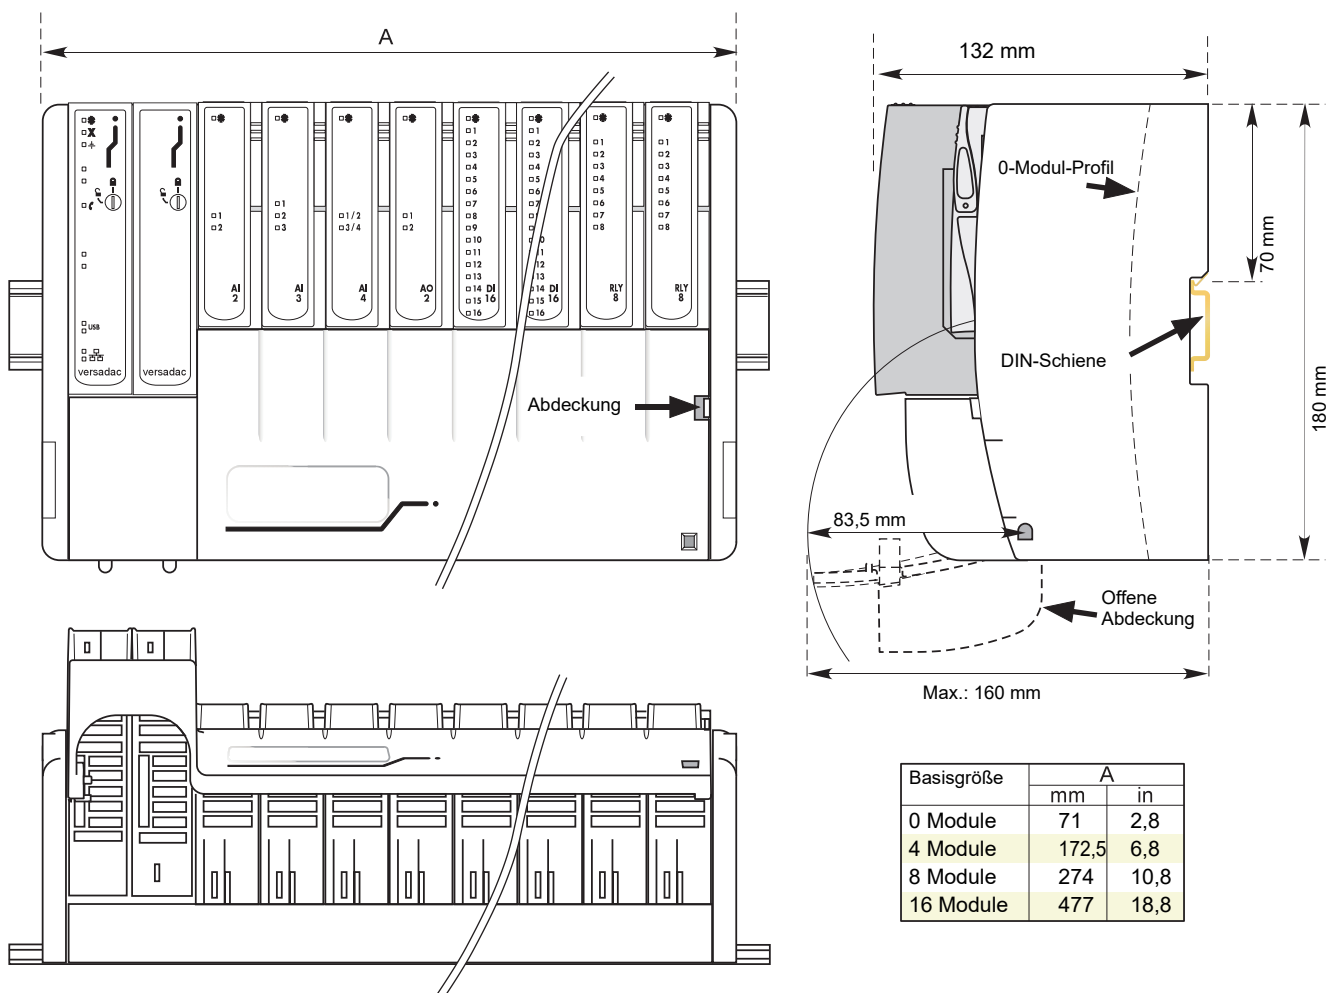
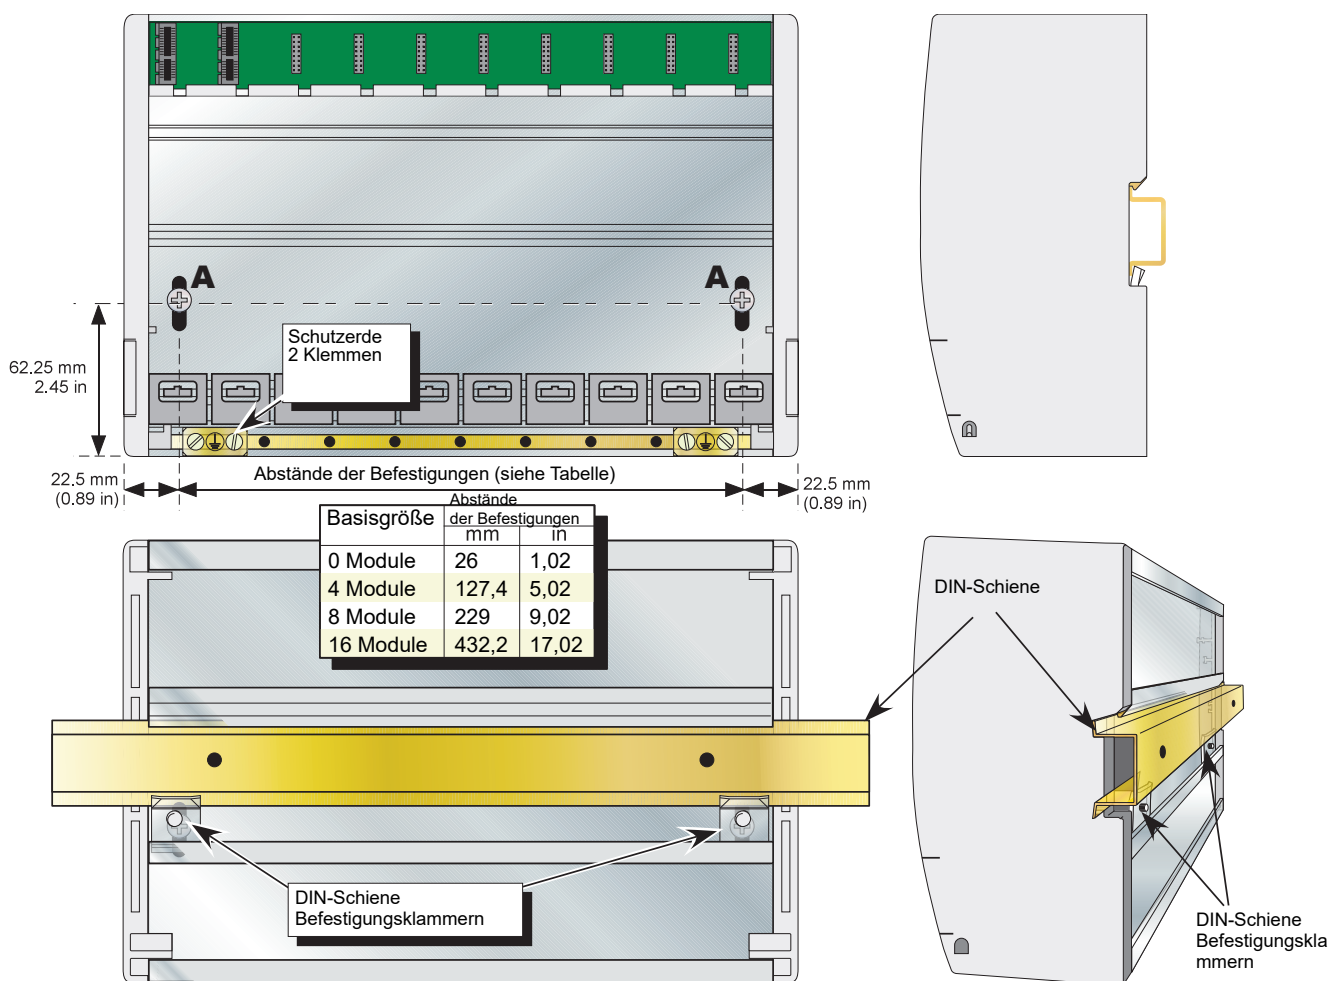
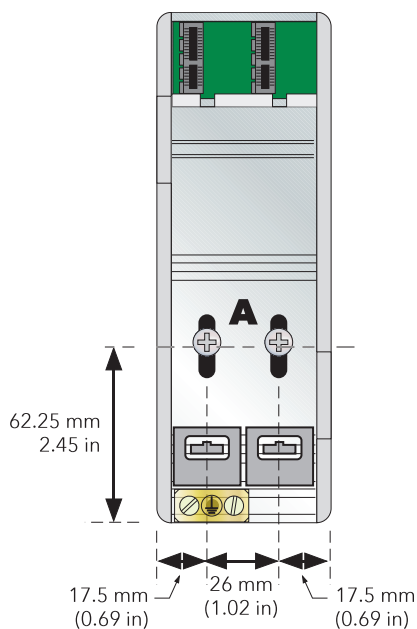

Abbildung 1 Abmessungen
Abbildung 2 Montageangaben
Abbildung 3 Basisdetails ohne 0 Module
In Abbildung 1 sehen Sie die Abmessungen des Geräts. Abbildung 2 zeigt die Befestigungsdetails.
2. Lockern Sie die Schrauben („A“ in Abbildung 2 und Abbildung 3) in der Basiseinheit um zwei oder drei Umdrehungen und lassen Sie sie zusammen mit den entsprechenden Befestigungsklammern in den Schraubenschacht fallen.
3. Setzen Sie die Basiseinheit so auf die DIN-Schiene, dass sich die obere Kante der Schiene in den Schlitz der Basiseinheit einpasst (siehe Abbildung 2 und Abbildung 3).
4. Schieben Sie die Schrauben (A) und die zugehörigen Klammern so weit wie möglich in den Schraubenschächten nach oben, sodass die Oberkante der Klammern hinter der Unterkante der DIN-Schiene liegt.
1. Entfernen Sie die Schrauben (A in Abbildung 2 und Abbildung 3) und die zugehörigen Befestigungsklammern.
In Abbildung 2 und im zugehörigen Text finden Sie Details zur Schutzerde.